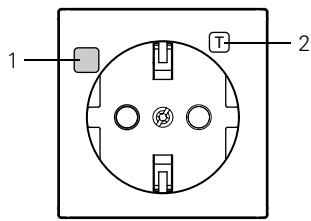

Figure 1
- Prise avec disjoncteur différentiel, figure 1